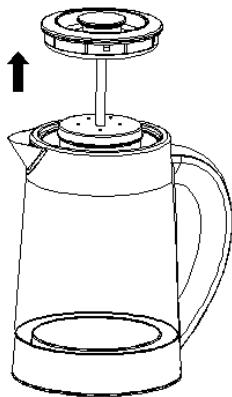
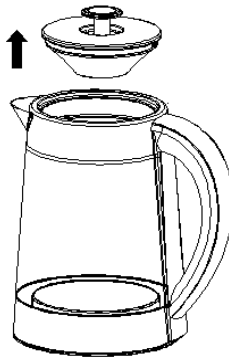

Fig. 6
Fig. 7
1. Druk voor het branden van het water op de knop voor het openen van de deksel zoals getoond in Afb.6; het deksel gaat open als deze knop stuitert en dan kunt u het verwijderen. Als u de thee kookt, kunt u het deksel (weergegeven in fig. 7) direct verwijderen om de thee in het theezakje te doen en vervolgens het juiste water toevoegen tot het niveau tussen MIN en MAX dat wordt aangegeven door de waterkoker-watermeter.